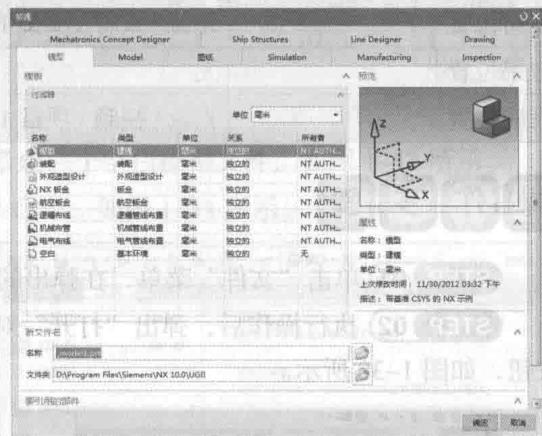

图1-28 “新建”对话框
STEP 02 使用以上任意一种方法，都可以弹出“新建”对话框，如图1-28所示。